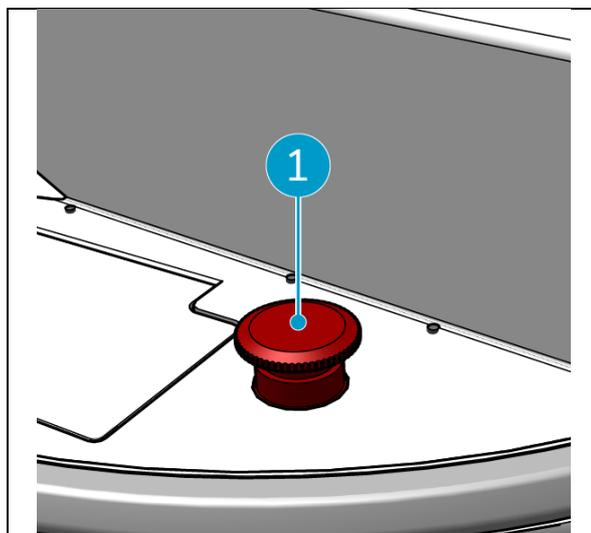

Figure 42
1. En cas d'urgence, appuyez sur le bouton d'arrêt d'urgence situé sur l'unité principale de l'i-walk (Figure 42, pos. 1). L'i-walk s'arrête et la barre lumineuse clignote en rouge.